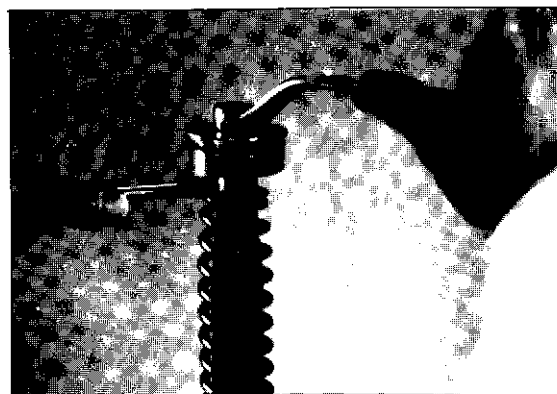

Fig. 14
28) Apriete la tuerca de fijación de la barra del pistón contra el tapón superior manteniendo firme el grupo de ajuste (Fig. 14).